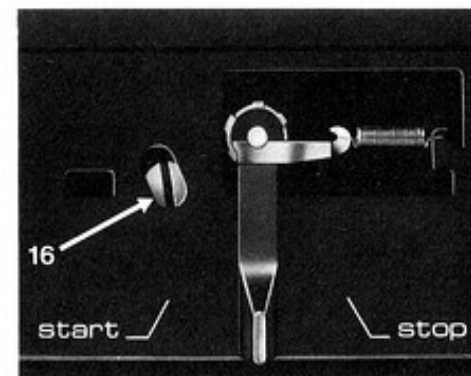

Fig. 22
montierten Tonabnehmersystem der Abtaststift zu weit innen oder außerhalb der Schallplatte auf, stellen Sie die Drehtaste für die Plattenteller-Drehzahl-Einstellung auf "33". Durch Abnehmen der Zierleiste (nach vorne drücken und am hinteren Rand zuerst hochklappen) wird die Regulierschraube (16) sichtbar, mit der der Tonarmaufsetzpunkt justiert werden kann (Fig. 22). Legen Sie bitte eine 30 cm-Schallplatte auf und starten Sie das Gerät. Wenn der Abtaststift zu weit innen oder außen auf der Schallplatte aufsetzt, drehen Sie die Justierschraube entsprechend nach rechts oder nach links.
descend trop loin à l'intérieur ou à l'extérieur du disque, amenez le manette de réglage de la vitesse du plateau sur "33". Lorsqu'on retire la réglette décorative (en la soulevant préalablement sur le bord arrière) la vis de réglage (16) du bras devient visible (Fig. 22). Posez un disque de 30 cm sur le plateau et mettez l'appareil en route. Si la pointe descend trop vers l'intérieur ou l'extérieur du disque, tournez la vis vers la gauche ou resp. la droite.
Move the speed selector to "33". Removing the decorating strip (first lift it on the rear edge) will expose the control (16) for tone-arm indexing (Fig. 22).